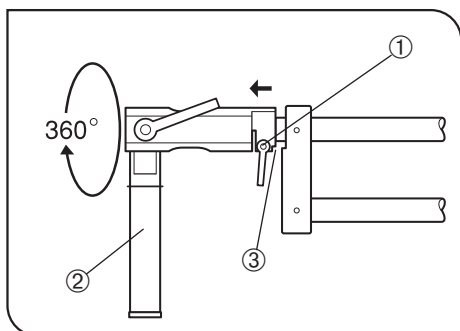

Fig. 22
7. För att vrida monteringsaxeln ② runt den horisontella axeln, lossar man klämskruven för den horisontella axelvändningen ①.
När klämspaken ① har lossats och den distala änden dragits tillbaka ca 2 till 3 mm, hakar vridstopparna ③ ur. Efter vridning av monteringsaxeln till önskad position drar man åt spaken ordentligt för att klämma fast denna igen. (Fig. 22)